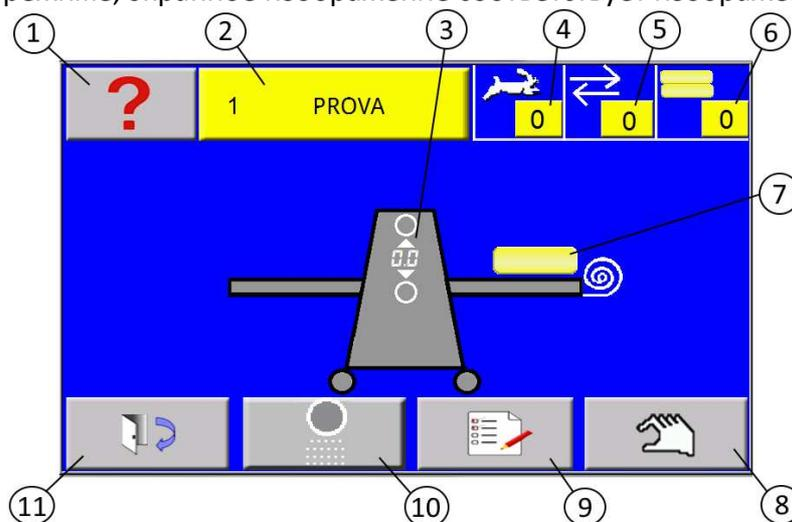
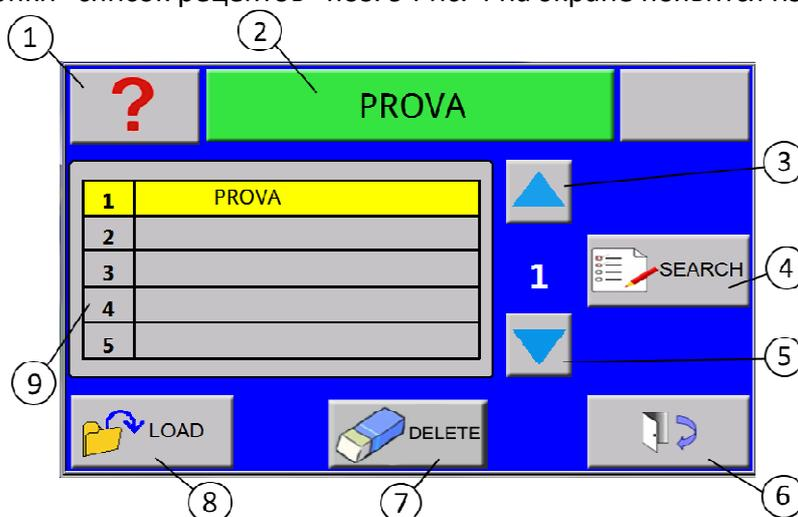

Рисунок 4
Рисунок 5
В автоматическом режиме, экранное изображение соответствует изображению на рис. 4
- Выложить обрабатываемое тесто на рабочий стол, как указано на дисплее из. 7 Рис. 4
- Во время каждого проката из. 5 Рис. 4 на экране будут отображены основные параметры, предварительно введённые и описанные на из. 3-4-5 Рис. 4
После нажатия кнопки "список рецептов" поз. 9 Рис. 4 на экране появится изображение Рис. 4.
Выберите необходимую вам программу посредством кнопок перемещения поз. 3 и 5 Рис. 5 (выбранный рецепт обычно находится на жёлтом фоне, если фон зелёный речь идёт о программе складывания теста), нажмите кнопку из. 8 для "загрузки рецепта". На экране появится надпись "LOADING...", после чего вы войдёте на страницу, изображённую на рисунке 4. Номер и название выбранного рецепта отобразится на поле из. 2 Рис. 4
В меню "АВТОМАТИЧЕСКИЙ РЕЖИМ", описанный в разделе 4, нажав на несколько секунд окно, в котором указано название программы из.2 Рис.4, вы войдёте в подменю изменений текущей программы.
ПРИМЕЧАНИЕ: В случае внесения изменений в уже существующий рецепт, на полях, изображённых на Рис. 5 будут отображены все, предварительно внесённые данные этого рецепта.